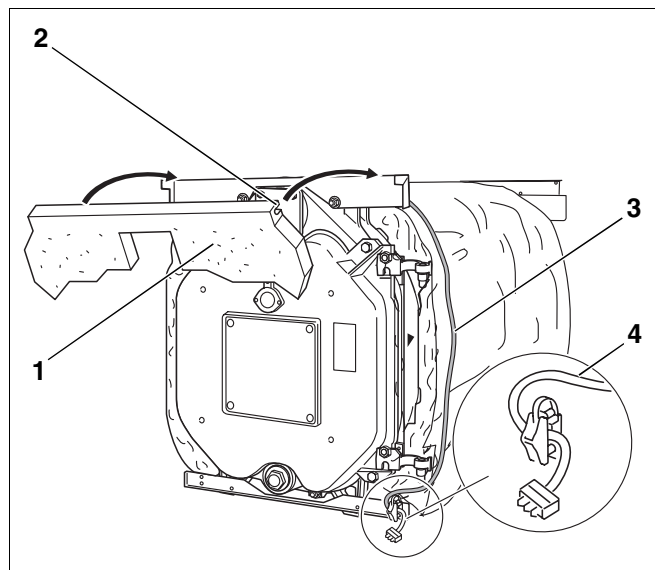

Fig. 34 Montaj – izolație termică anterioară
- Izolația termică anterioară (fig. 34, **poz. 1**) se montează cu slițul (decuparea) (fig. 34, **poz. 2**) pe muchia (teșitura) anterioară a traversei de sus.
- Cablul arzătorului (fig. 34, **poz. 3**) se pozează lateral pe izolația termică, pe înălțimea cazanului.
- Cablul arzătorului cu brida de blocare se fixează cu două șuruburi de traversa de jos (fig. 34, **poz. 4**).